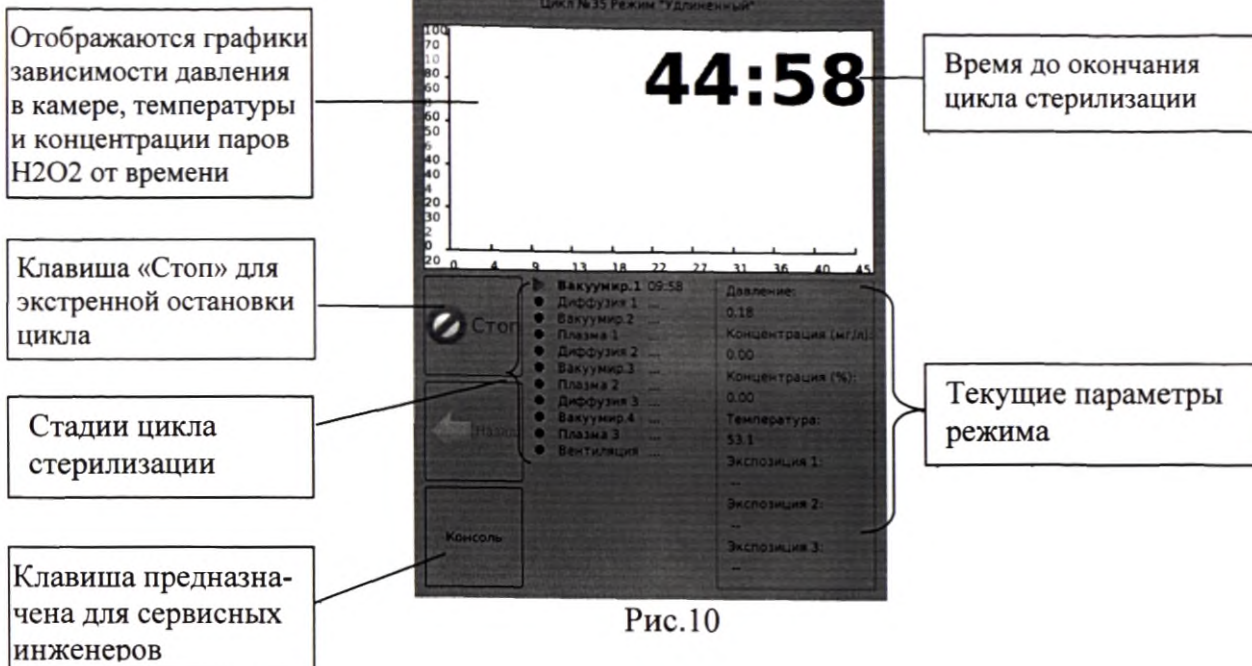

Рис.10
11.2.9 После завершения Термостатирования **автоматически** включится выбранный режим стерилизации. При этом экран перейдет к виду (Рисунок 10):